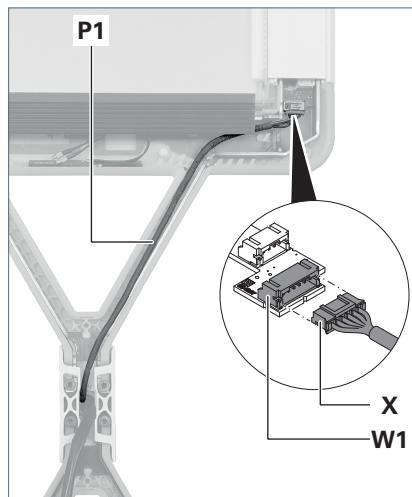

Fig. 10: Brancher le câble de commande.
- ▶ Posez le câble de commande **P1** du bras vertical dans le bras de support de la tête du luminaire 1, voir Fig. 10.